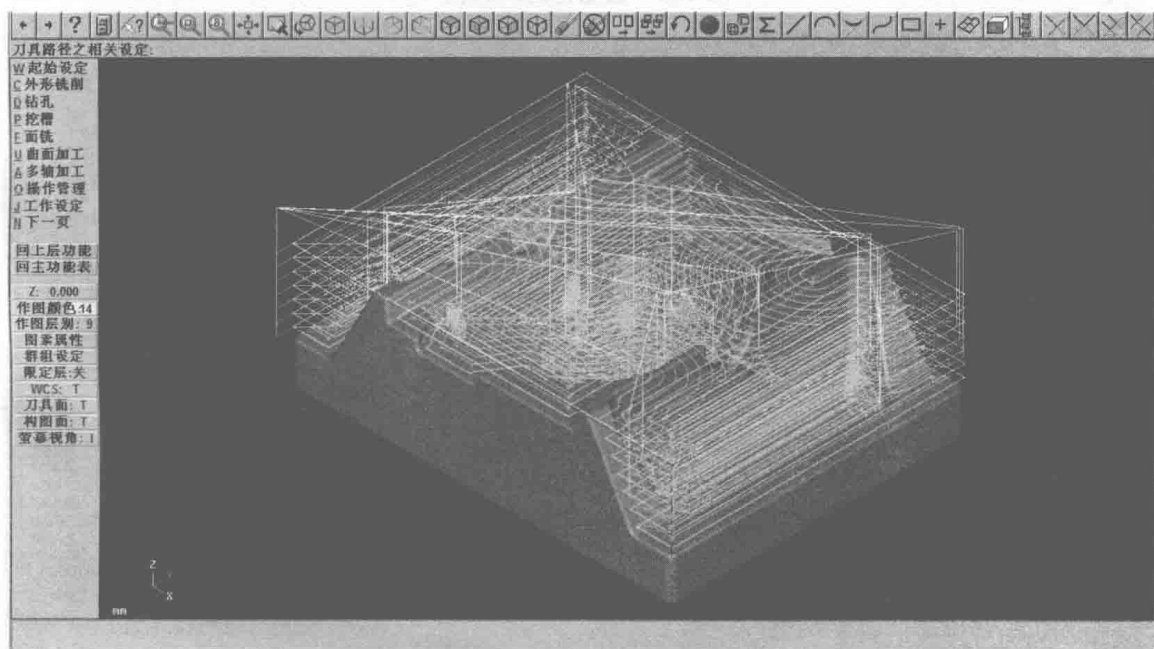
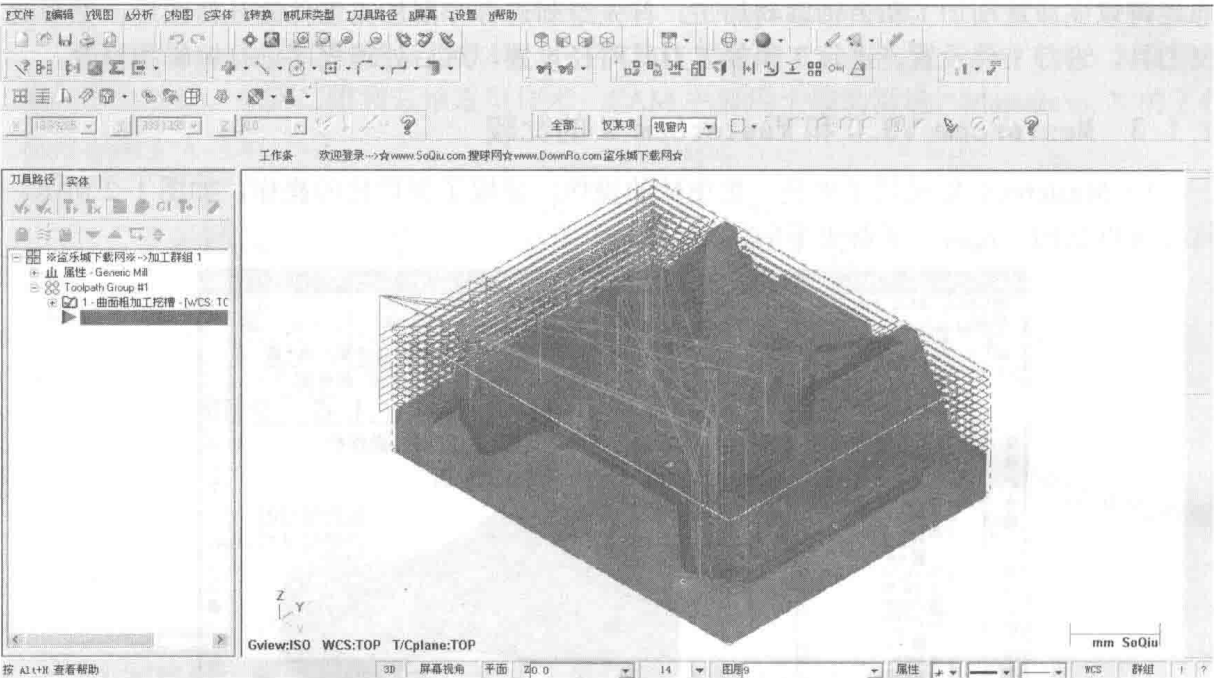

图 1-3 Mastercam V9.0 版本图形运行效果（运行时间 78s）
图 1-4 Mastercam VX2 版本图形运行效果（运行时间 32s）
3) 图形运行效果明显不同。图 1-3 和图 1-4 所示为两种版本的图形运行效果。可以看出，与 V9.0 版本相比 VX2 版本的图形运行效果显著提高，运行时间大大缩短。